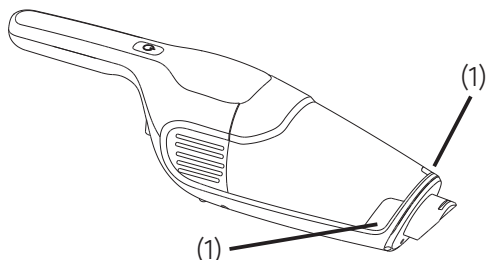

Fig. 6-1
1) Ta av tilbehøret på underenheten, og trykk deretter ned venstre og høyre utløserknapp (2) på støvkoppen (1) samtidig for å ta den av underenheten. (Se Fig. 6-1).